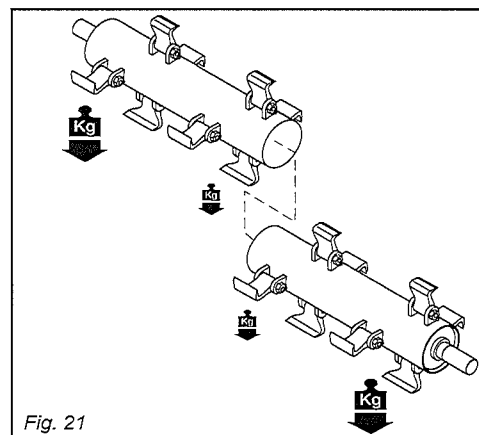

Fig. 21
- De tyngre knivparen ska monteras på roterns två ytterkanter och de lättare i mitten (fig. 21).